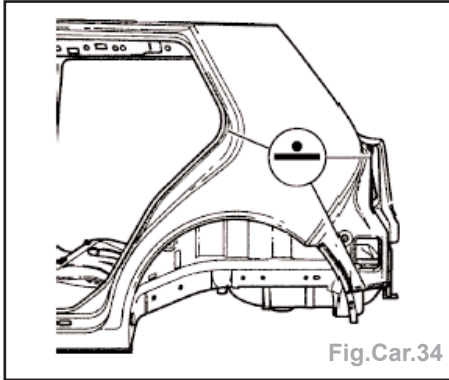

Fig.Car.34
- souder le panneau latéral à la pointeuse électrique (Fig.Car.34),